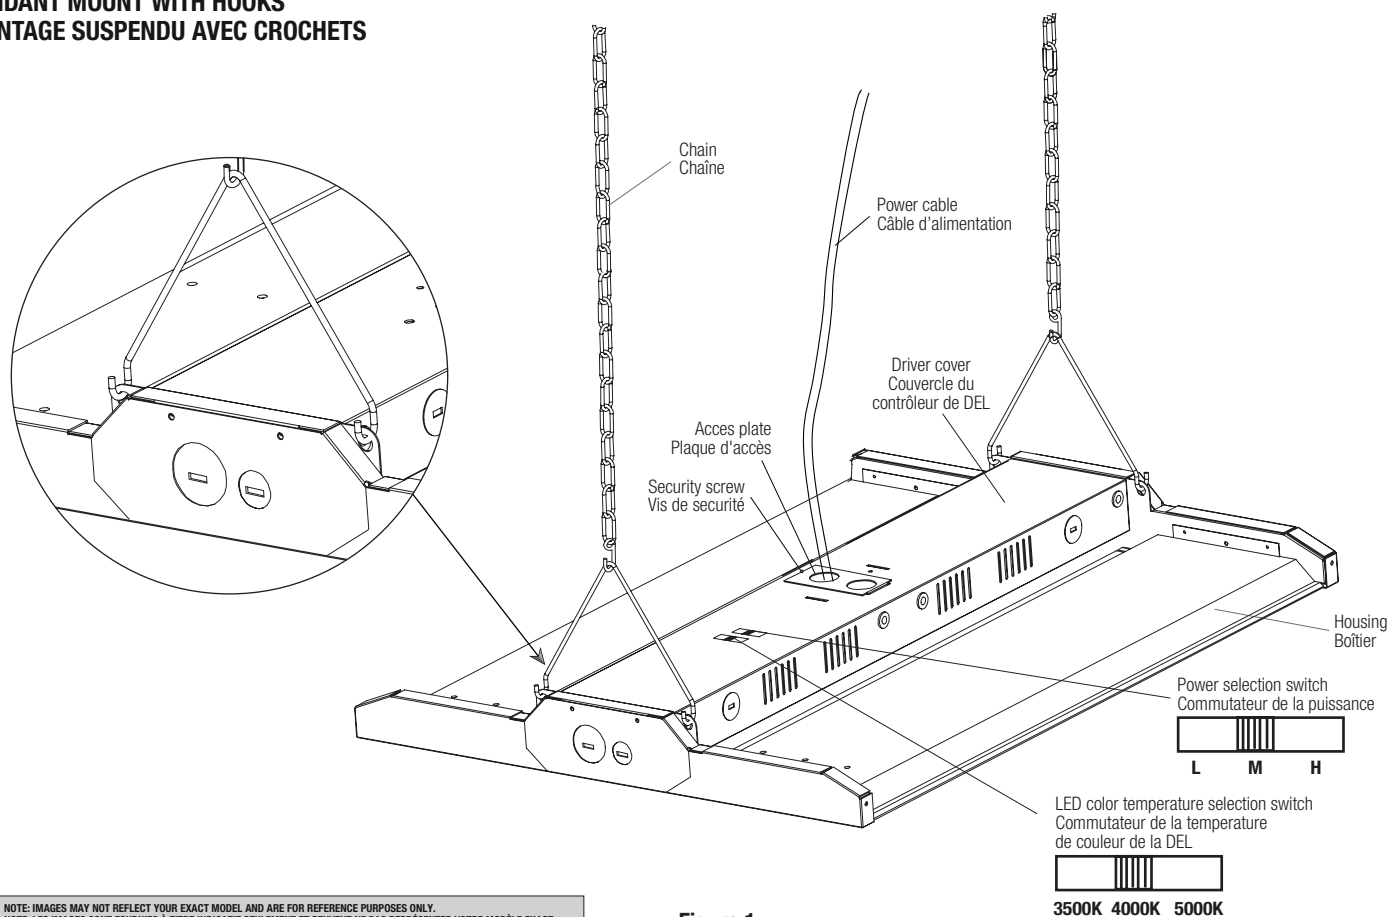

Figure 1
Select the desired LED color temperature and power by using switches placed on the driver cover of luminaire as shown in Fig. 1.
PENDANT MOUNT WITH HOOKS (Fig. 1)
2. Hang the chains, onto the V hooks (included) found on the back of the luminaire (Fig. 1 detail).
Sélectionner la température de couleur de DELs et la puissance désirée en utilisant des commutateurs placés sur le couvercle du contrôleur de DEL, comme montré sur la Fig. 1.
MONTAGE SUSPENDU AVEC CROCHETS (Fig. 1)
3. Fixer les deux crochets dans les orifices du boîtier du luminaire (Fig. 1 détail).
2. Remove the driver cover of the housing by unscrewing the screws (Fig. 1).
2. Retirer le couvercle du contrôleur de DEL du boîtier en dévissant les vis (Fig. 1)